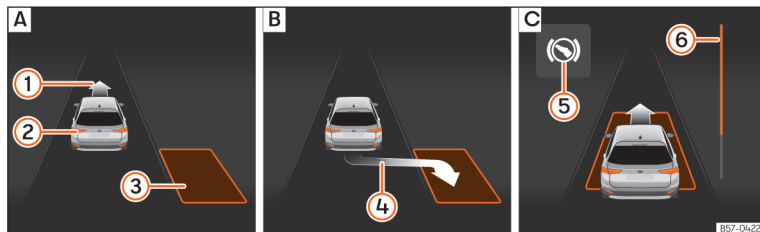
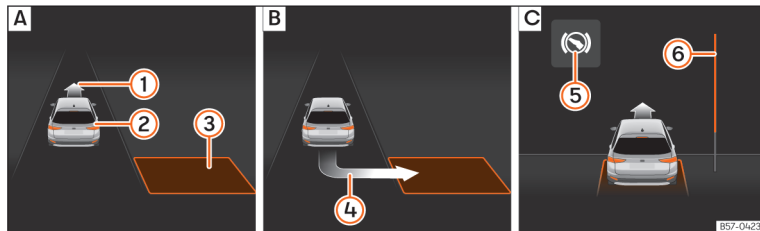

Рис. 128 Дисплей комбінації приладів: паралельне паркування. [А]: Пошук місця для паркування. [В]: Положення для паркування. [С]: Маневрування.
Рис. 129 Дисплей комбінації приладів: перпендикулярне паркування. [А]: Пошук місця для паркування. [В]: Положення для паркування. [С]: Маневрування.
- На дисплеї комбінації приладів перевірте, чи "підходить" знайдене місце для паркування та чи правильне положення займає автомобіль >>> **рис. 128 [В]** або >>> **рис. 129 [В]**. Якщо місце підходить для паркування, на дисплеї відображається стрілка ④.
» **рис. 128** **С** або » **рис. 129** **С**; **АБО:** їдьте заднім ходом, доки на дисплеї комбінації приладів не з'явиться повідомлення **Робота Park Assist завершена**. Графічний індикатор **6** показує залишкову відстань.
» **рис. 128** **С** або » **рис. 129** **С**.
Графічний індикатор » **рис. 128** **6** та » **рис. 129** **6** на комбінації приладів показує залишкову відстань, яку треба проїхати. Чим більша відстань, тим повнішим виглядає